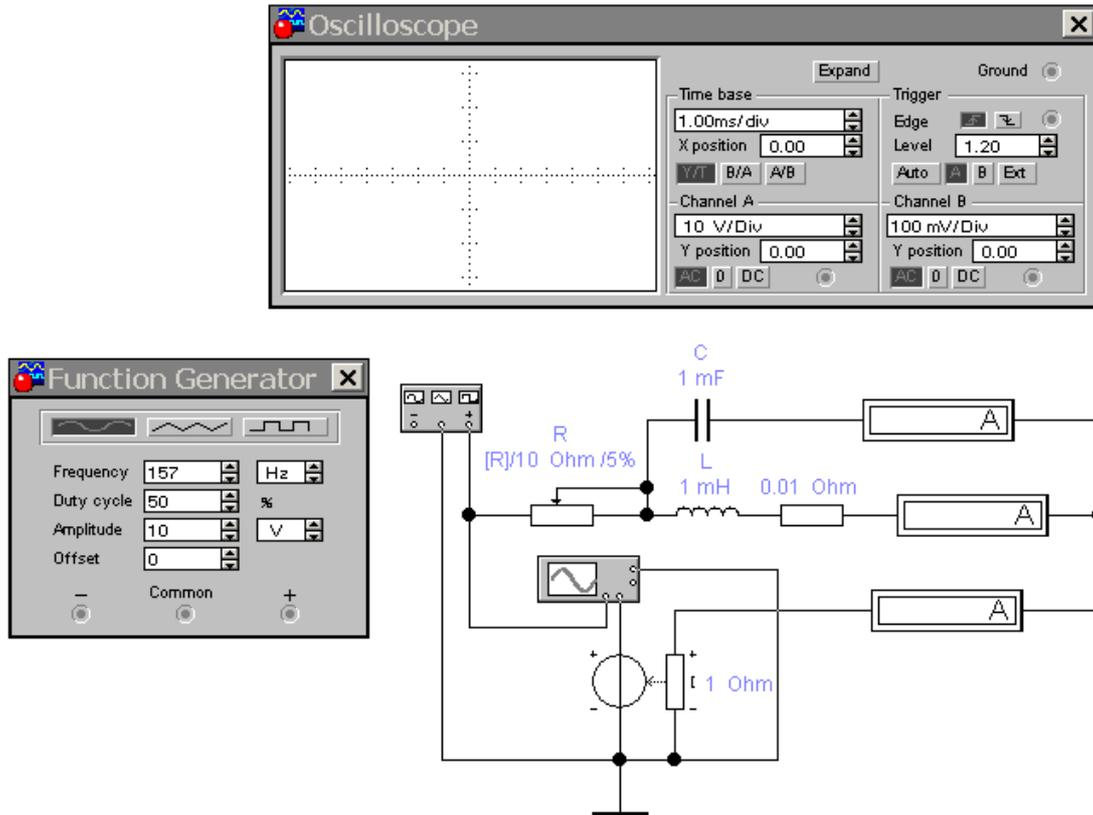

Рисунок 8.4 – Схема измерительной установки для анализа RCL цепи на переменном сигнале
8.3.2 Открыть файл i.ewb со схемой разветвленной RCL цепи, показанной на рис. 8.4.